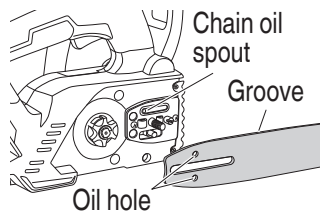

Fig. 45
4. Cleaning the guide bar (Fig. 45)